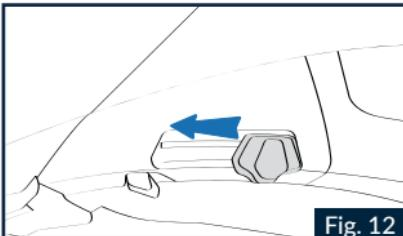

Fig. 12
1.1 Per attivare il VPS, azionare il cursore come in Fig.12 fino a sentire lo scatto che conferma il desiderato posizionamento del VPS. Il VPS è regolabile in una serie di posizioni intermedie al fine di garantire il miglior comfort per l'utilizzatore in relazione alle condizioni di utilizzo.
- 3.1. Aprire la mentoniera del casco e abbassare completamente il VPS (vedi istruzioni precedenti). (Fig.12).
(vedi istruzioni precedenti) (Fig.12).